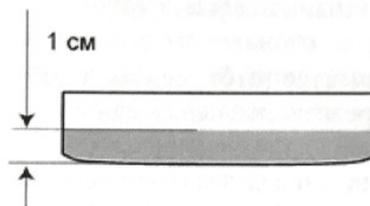

Рисунок 13. Чашка Петри с отобранной пробой
2. Усреднённую пробу поместите в чашку Петри, заполнив её на  $\frac{1}{2}$  высоты (Рисунок 13), и высушивайте в сушильном шкафу при температуре  $105^{\circ}\text{C}$  до постоянной массы (не менее 2 часов).